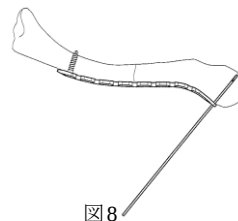

図8
- 9) 骨幹部側の仮固定用1.3ガイドピンは抜きます。 (図8)